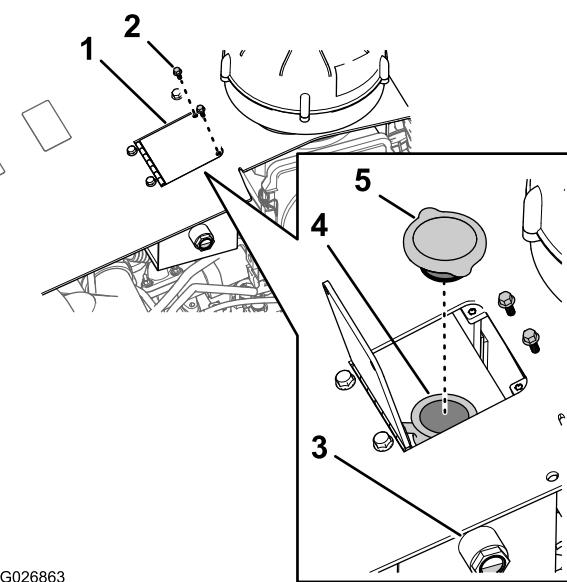
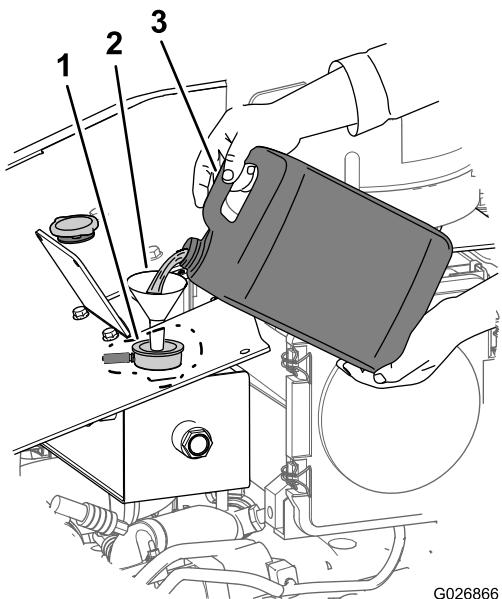

Figura 103
Figura 110
4. Verificate il livello del refrigerante controllando la spia di livello sul lato del serbatoio di sovraccarico (Figura 103).
- A. Togliete i 2 bulloni a testa esagonale che fissano la porta del serbatoio al cofano della macchina e aprite la porta del serbatoio (Figura 103).
- B. Togliete il tappo dal serbatoio di recupero e aggiungete del refrigerante fino a portarne il livello a metà della spia di livello (Figura 103).
2. Togliete i 2 bulloni a testa esagonale che fissano la porta del serbatoio al cofano e aprite la porta (Figura 103).
3. Rimuovete il tappo del serbatoio di recupero dal serbatoio (Figura 103).
3. Montate il tappo del serbatoio di recupero (Figura 103).
7. Chiudete la porta del serbatoio e fissatela al cofano con i 2 bulloni a testa esagonale (Figura 103) tolti nel passaggio 2 di **Spurgo del refrigerante dall'impianto** (pagina 71).
1. Rimuovete il tappo del radiatore dal serbatoio di recupero (Figura 103).
2. Rifornite l'impianto di raffreddamento con la miscela di refrigerante specificata (Figura 110) fino a portarne il livello a metà della spia di livello (Figura 103).